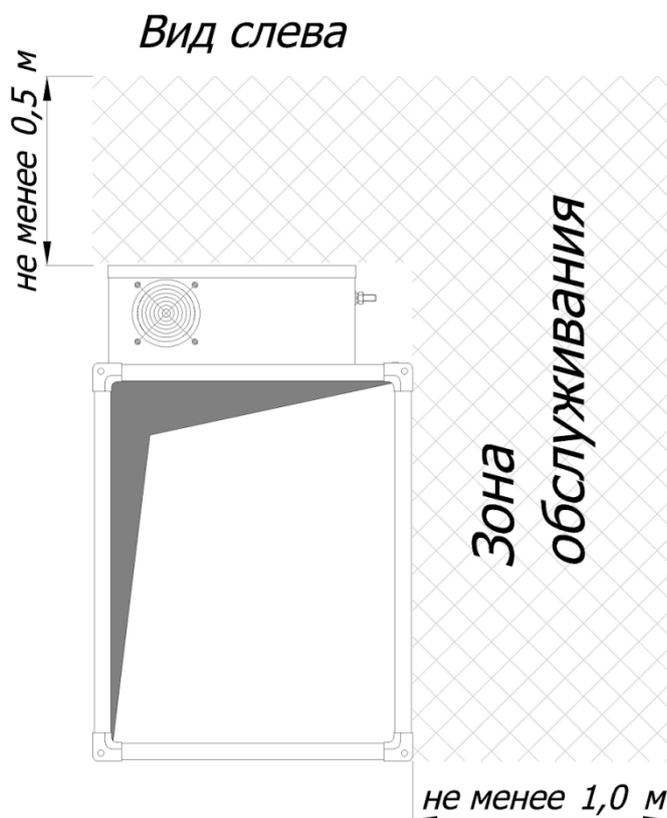

Рис. 6. Зона обслуживания Газоконвертора
10. При проектировании вентиляционной системы следует учесть необходимое свободное пространство для обслуживания Газоконвертора (Рис. 6)